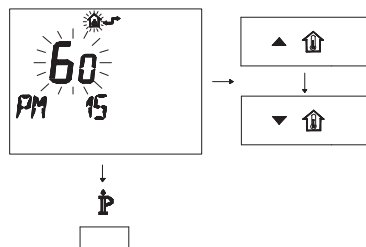

Figura 5.34
- Modificare il SET programmato agendo sui pulsanti ▲ o ▼ fino a visualizzare un **set di 60**, aspettare che il numero programmato cominci a lampeggiare (Figura 5.34)